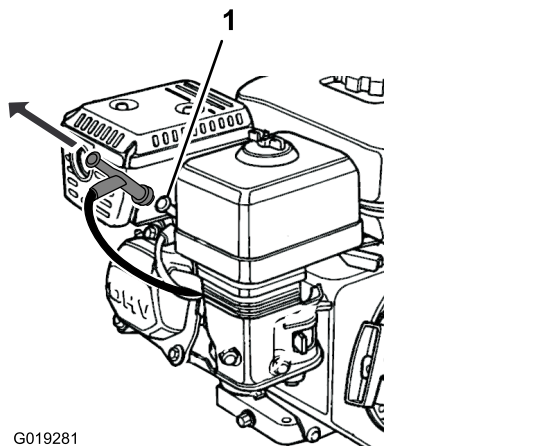

Figura 24
5. Retire el cable de la bujía (Figura 24).
11. Conecte el cable de la bujía (Figura 24).